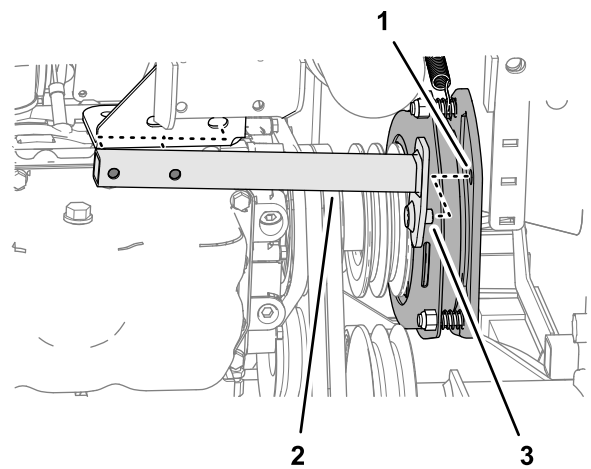

Figura 92
7. Spostate il tubo antirotazione indietro e rimuovetelo dalla macchina (Figura 92).
2. Allineate il perno del tubo antirotazione con il foro nella piastra della frizione della PDF; fate riferimento alla Figura 92 in Rimozione delle cinghie della PDF (pagina 66).